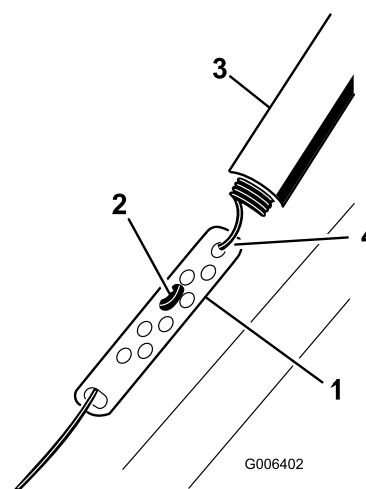

Figure 9
1. Remontez la protection du ressort et décrochez le ressort de la biellette de réglage (Figure 9).
2. Accrochez le raccord en Z à un trou plus haut ou plus bas sur la biellette de réglage de manière à obtenir un écart de 2 à 3 mm entre la barre de commande et le guidon (Figure 9).